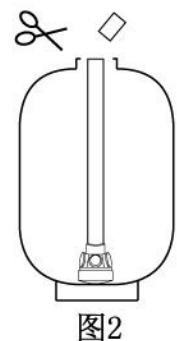

图2
2、将控制阀从树脂罐口上旋下，将粘结好下布水连接件的中心管放入树脂罐中，确认下布水顶在树脂罐最底部，将中心管高出树脂罐罐口的部分锯掉，使中心管最高处与罐口平面平齐(中心管安装后不得高于罐口 2mm，不得低于罐口3mm)，再用锉在中心管顶部外缘小心锉出一圈坡口。（图2）